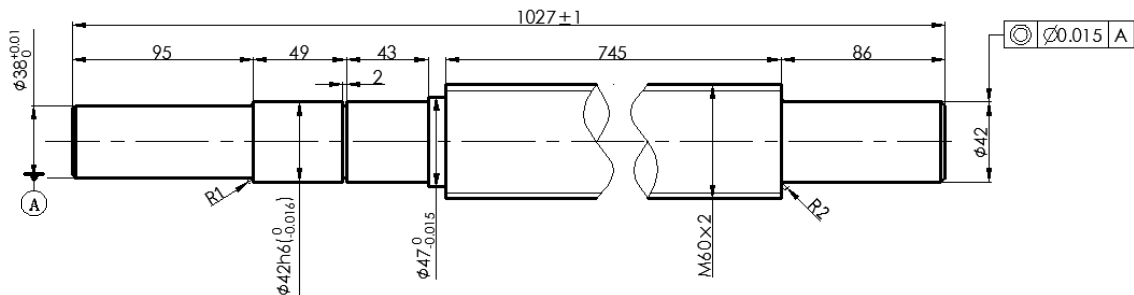

图 8.6.1 绘制图形
4. 绘制图 8.6.1 所示的图形，并创建图中的所有标注。